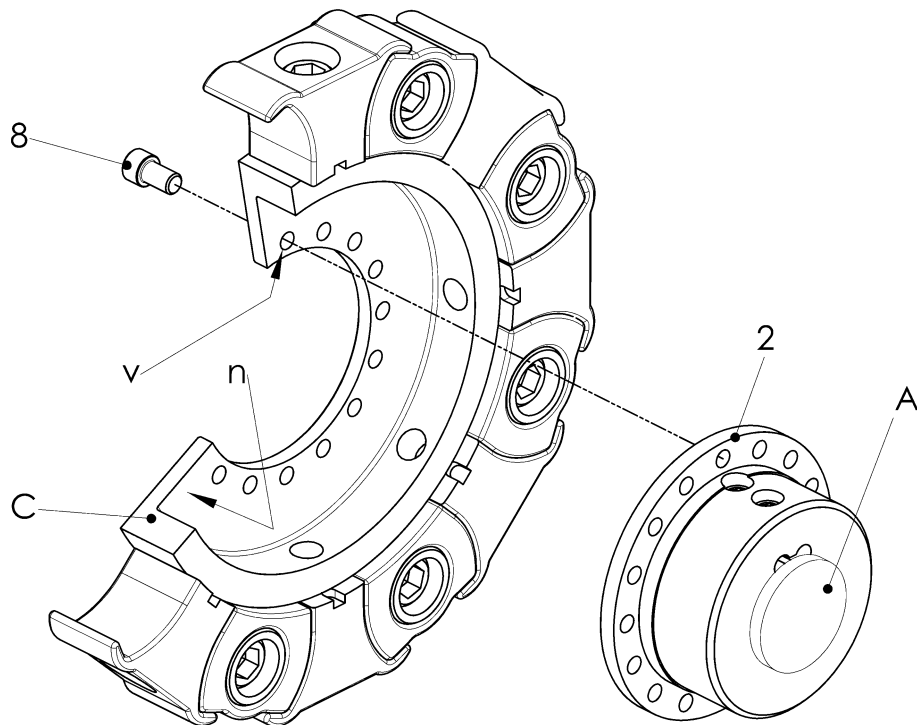
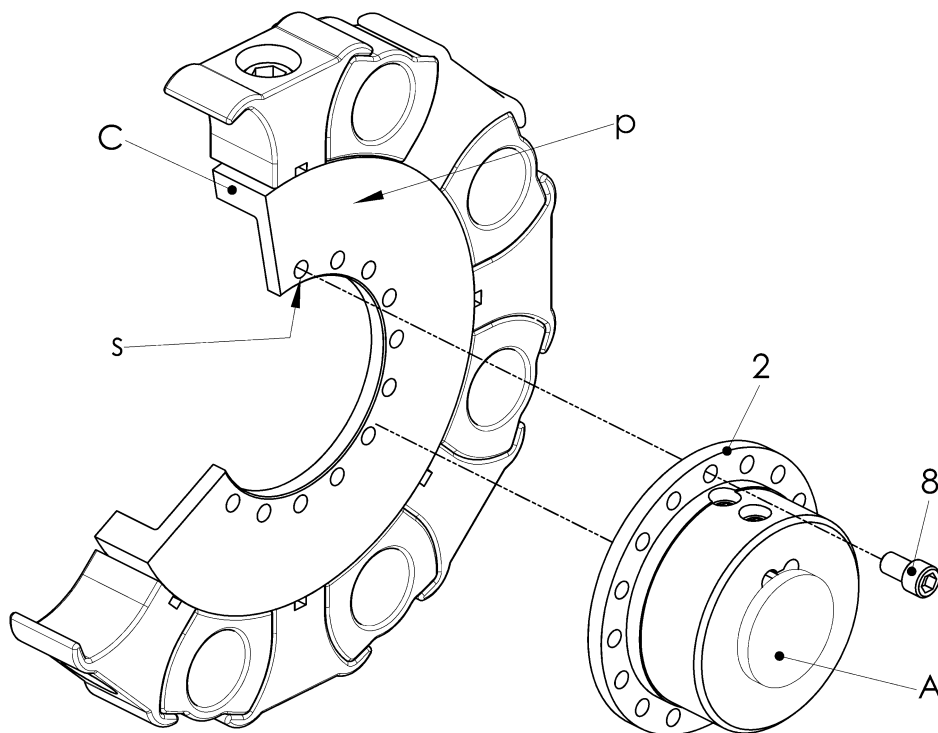

Abbildung 5-7 Vormontierte Baugruppe (C) mit Bohrungen (v) an Nabe (2) montieren
Abbildung 5-8 Nabe (2) an vormontierte Baugruppe (C) mit Gewinde (s) montieren
- Vormontierte Baugruppe (C) mit Gewinde/Bohrungen (s/v; siehe Einbauzeichnung) montieren:
- Vormontierte Baugruppe (C) **mit Bohrungen (v)**, siehe Abbildung 5-7:
- Vormontierte Baugruppe (C) auf Zentrierung von Nabe (2) schieben. Dabei zeigt die Fläche (n; siehe Einbauzeichnung) in Richtung Nabe (2).
- Vormontierte Baugruppe (C) mit Schrauben (8) an Nabe (2) verschrauben. Schraubenvorbereitung und Anziehdrehmoment von Schrauben (8) siehe Datenblatt D013-016, Kapitel 9.1 .
- Vormontierte Baugruppe (C) **mit Gewinde (s)**, siehe Abbildung 5-8:
- Vormontierte Baugruppe (C) auf Zentrierung von Nabe (2) schieben. Dabei zeigt die Fläche (p; siehe Einbauzeichnung) in Richtung Nabe (2).
- Nabe (2) mit Schrauben (8) an vormontierter Baugruppe (C) verschrauben. Schraubenvorbereitung und Anziehdrehmoment von Schrauben (8) siehe Datenblatt D013-016, Kapitel 9.1 .